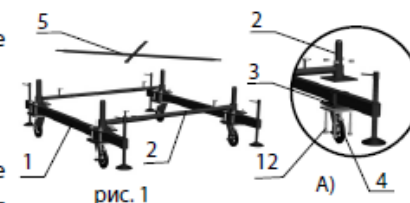

рис. 1
- Установить две балки базы (1) на винтовые домкраты. При помощи комплекта крепежа колес (12), к гантели базы (2) присоединить поворотные колеса (4) и нижние опоры базы (3) (рис. 1 А).
- Установить гантель базы флажковыми А) замками внутрь. На верхние флажковые замки гантели базы, установить стяжки базы (5) (рис. 1). При помощи винтовых домкратов выровнять вышку по горизонтали.